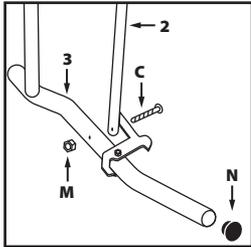

Abb. 4
- Nehmen Sie die Bauteile markiert als **2** und **3**. Befestigen Sie **2** an **3**, benutzen Sie die Befestigungsteile **C** und **M** (**Abb. 4**).